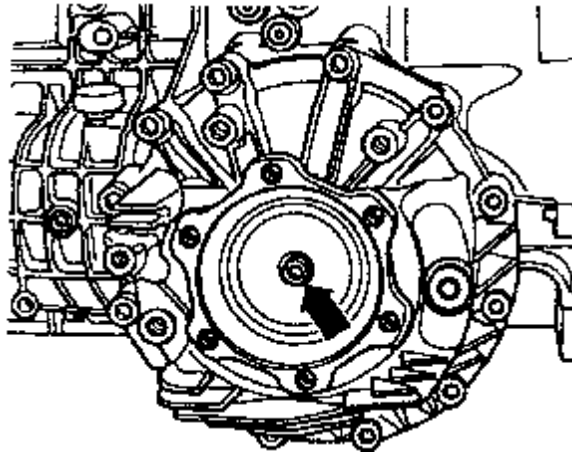
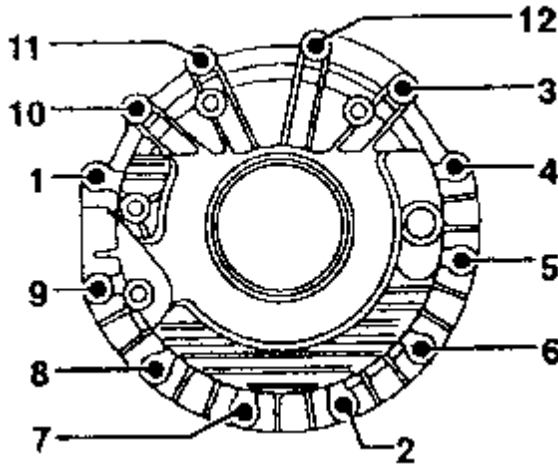

图 8-99 拆卸法兰轴螺栓
图 8-115 主减速器盖螺栓
- (1) 松开传动轴/轮毂螺栓，只要车身还在轮子上就行。拆下轮子。
- (2) 拆下右传动轴隔热板。拆下右传动轴。
- (3) 如图 8-99 所示，用棒卡住法兰轴，拆下法兰轴螺栓（箭头）。
(2) 安装右侧法兰轴，用棒卡住法兰轴，拧上法兰轴螺栓（图 8-99 所示箭头），法兰轴螺栓拧紧力矩为 $23\text{N} \cdot \text{m}$ 。
(3) 装上传动轴。传动轴 M10 和 M8 螺栓拧紧力矩分别为 $77\text{N} \cdot \text{m}$ 和 $39\text{N} \cdot \text{m}$ 。
(4) 装右侧传动轴隔热板。隔热板螺栓拧紧力矩为 $23\text{N} \cdot \text{m}$ 。
(5) 检查前驱主减速器内油位是否正常。
(1) 松开传动轴/轮毂螺栓，只要车身还在车轮上就行。拆下前轮。
(2) 拆下右侧传动轴隔热板，拆下传动轴。用棒把法兰轴卡住，拆下法兰轴螺栓（图 8-99 箭头）。
(3) 放上接油槽，用抽油器 V.A.G1358A 从主传动器中抽出变速箱机油。
(4) 取下右侧法兰轴。拆下右侧变速箱支承。
(5) 按图 8-115 所示阿拉伯数字的相反顺序松开主减速器盖螺栓并取下主减速器盖。取下差速器。
(6) 把差速器装到变速箱壳体内。装上主减速器盖。
(7) 如图 8-115 所示，先用手带紧螺栓 1~3。再按图 8-115 给出顺序以额定扭矩拧紧螺栓 1~12。
(8) 装上左侧法兰轴和右侧法兰轴。安装上传动轴。有关的拧紧力矩见表 8-7 所示。
(1) 松开传动轴/轮毂螺栓，只要车身还在车轮上就可以。拆下右侧轮子。
(2) 拆下右侧传动轴隔热板。拆下前部右侧排气管。
(3) 拆下右侧传动轴。拆下右侧变速箱支承。
(4) 用棒卡住法兰轴，拆下法兰轴螺栓。
(5) 放上接油槽 V.A.G1306。取出右侧法兰轴。
(6) 以图 8-115 给出的相反顺序松开主传动器盖螺栓，取下主减速器盖。
(2) 装配主减速器盖。如图 8-115 所示，先用手带紧螺栓 1~3，再按给出的顺序和拧紧力矩拧紧螺栓 1~12。
(3) 装上右侧法兰轴和传动轴。相关的拧紧力矩见表 8-7 所示。
(4) 往主减速器内补充变速箱机油并检查机油液位。